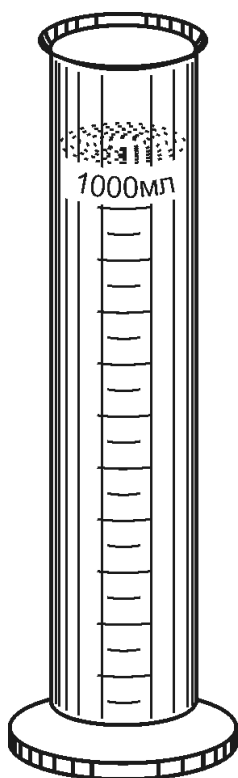

Рис. 5. Мірний циліндр
7. Суспензію, що пройшла крізь сито 0,10 мм і зібрану в фарфоровій чашці, скаламутити, дати відстоятися протягом 1 хвилини і злити без залишку в скляний циліндр ємністю 1 л (рис. 5) і внутрішнім діаметром 60 мм.